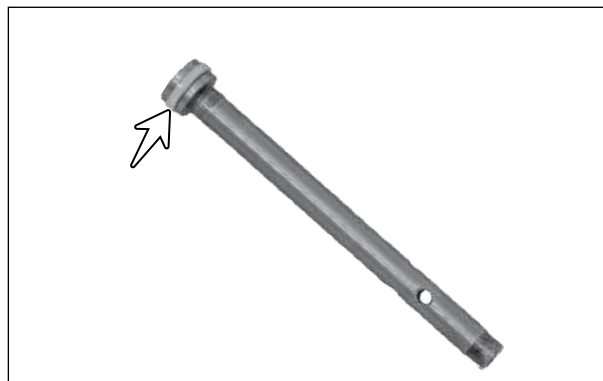

Fig. 6.38
- Inspeccione o cilindro do garfo dianteiro (pistão do garfo) e o anel do pistão do amortecedor (seta) quanto a desgaste e danos. (Fig. 6.38) Substitua por novos, se for verificado algum dano.